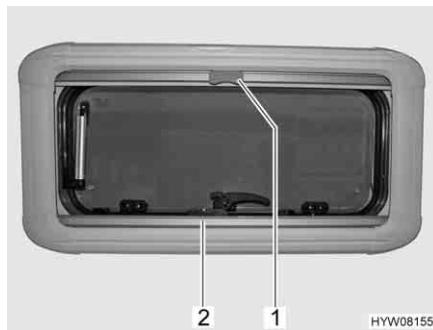

Fig. 29 Finestra apribile
- Afferrare la tendina oscurante pieghevole (Fig. 29,2) per la parte centrale della barra di presa, tirarla dal basso verso all'alto e rilasciarla nella posizione desiderata. La tendina oscurante pieghevole rimane in questa posizione.
- Tirare la zanzariera a rullo per la maniglia (Fig. 29,1) verso il basso fino a quando non si trova in contatto con la tendina oscurante pieghevole (Fig. 29,2).
- Premere la maniglia (Fig. 29,1) della zanzariera a rullo.